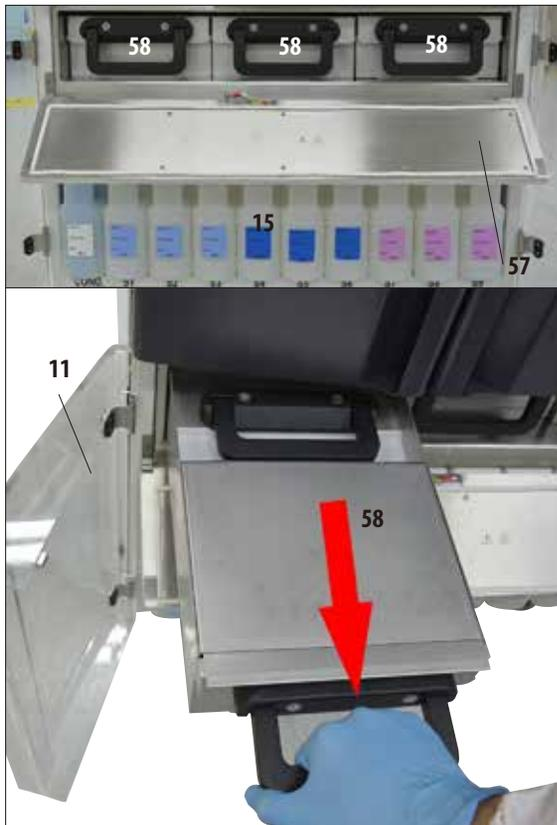

Abb. 41
- Das Gerät besitzt drei beheizte Paraffinbäder (58) mit einem max. Fassungsvermögen von jeweils 4,9l flüssigem Paraffin.
- Sie befinden sich hinter einer Klappe (57) über dem Reagenzienfach mit den Systemflaschen (15). Um an die Klappe zu gelangen, die beiden unteren Türen aus Plexiglas (11, 12) öffnen.
- Die einzelnen Paraffinbäder können zum Befüllen herausgezogen (Abb. 41) und zum Reinigen dem Fach auch entnommen werden.